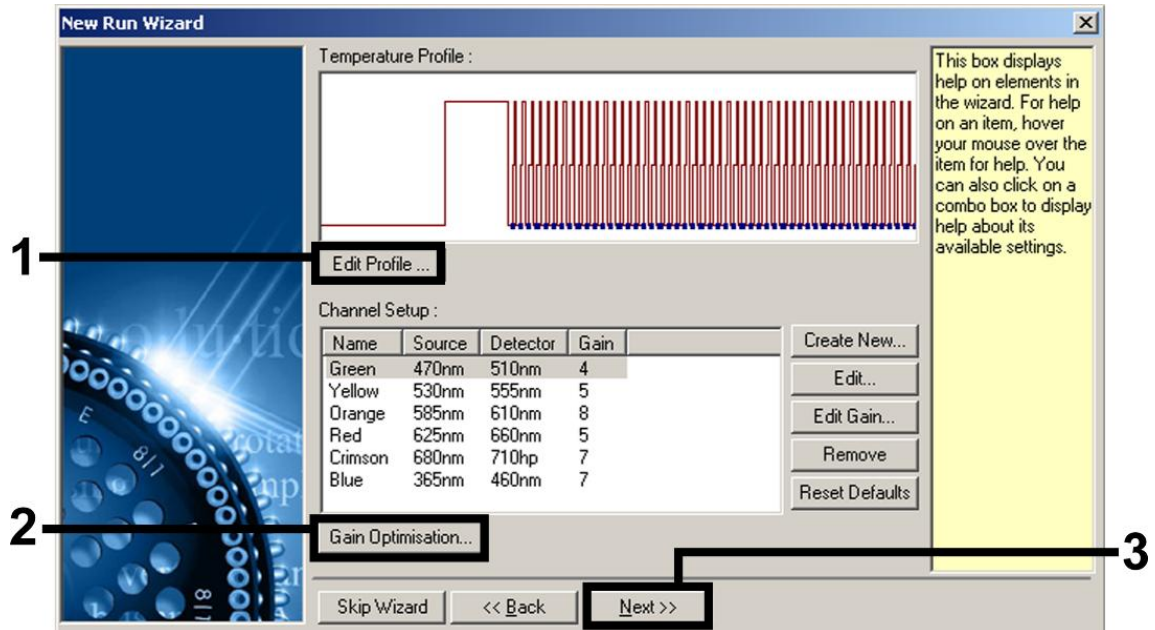

Figura 6. Edição do perfil.
8. Clicar no botão "Edit Profile" (Editar perfil) na caixa de diálogo seguinte do "New Run Wizard" (figura 6) e programar o perfil de temperatura conforme se mostra nas figuras 6-9).
9. O intervalo de deteção dos canais de fluorescência tem de ser determinado de acordo com as intensidades de fluorescência nos tubos de PCR. Clicar em "Gain Optimisation" (Otimização de ganho) na caixa de diálogo "New Run Wizard" (ver figura 6) para abrir a caixa de diálogo "Auto-Gain Optimisation Setup" (Configuração da otimização automática de ganho). Definir a temperatura de